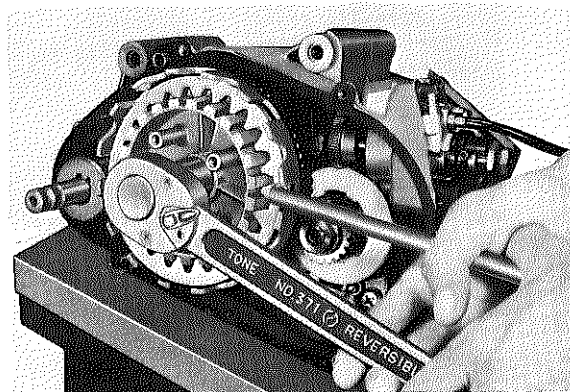

Fig. 3-2-6
2. Install clutch holding tool on clutch boss. Remove lock nut, washers, in that order. (Fig. 3-2-6)
2. Installer la clé de maintien d'embrayage sur le tambour porte-disques. Enlever l'écrou de fixation et ses rondelles (Fig. 3-2-6).
2. Kupplungshaltewerkzeug an der Kupplungsnabe anbringen. Sicherungsmutter und Unterlegescheibe in dieser Reihenfolge abnehmen. (Fig. 3-2-6)